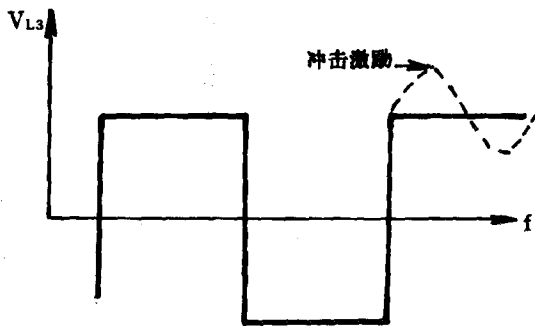

图 1-3 冲击激励电压
300V 的直流电压通过 T701 ⑥—①绕组加到 IX0698CE ⑮脚,作为开关电源的工作电压;同时还由 R706、C735、L701 加到 IX0698CE ⑫脚,作为启动电压。IX0698CE 在⑮脚加有工作电压、⑫脚得到启动电压的情况下,内部开关管 Q5 导通。Q5 导通后,其集电极电流流过开关变压器 T701 ①—⑥绕组,在开关变压器初、次级产生感应电压,在③—⑤绕组上是上负下正。此感应电压由 C713、D705、R713、L701 反馈到 Q5 基极,使 Q5 基极电压进一步升高,Q5 集电极电流进一步增加并很快进入饱和导通状态。在 Q5 转为饱和导通的过程中,Q5 发射极电流流过 R710 在其两端产生上负下正的电压,作为 Q2 的工作电压。随着 Q5 集电极电流的增加,R710 两端的电压升高,当 Q5 进入饱和导通状态时,其发射极电流线性增长,R710 两端产生的电压逐渐趋于最大。当此电压值经 R8、R7、R709 分压,在 R8 上的分压大于 0.6V 时,Q2 导通,对 Q3 提供正向基极偏压,Q3 导通,对 Q5 基极电流进行分流,Q5 退出饱和状态进入放大状态,其集电极电流减小,在开关变压器初、次级产生极性相反的感应电压,在③—⑤绕组上是③正⑤负,此感应电压使 D705 截止,Q5 基极失去正向供电而截止。Q5 截止后,在 Q5 导通期间储存于①—⑥绕组的能量通过次级各绕组向负载释放,在其释放过程中,①—⑥绕组与 C717 产生振铃效应,导致③—⑤绕组呈现如图 1-3 所示的冲击激励电压。该电压一旦达到 Q5 的导通电平,Q5 便再度导通。从而使 Q5 周期性地截止与导通。